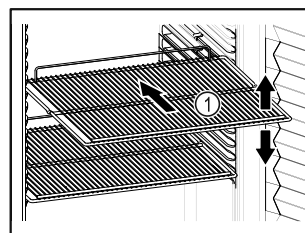

Fig. 60 Representación a modo de ejemplo
- ❑ Si los estantes de rejilla Fig. 60 (1) se pueden colocar en distintas posiciones, ajustarlos en altura.